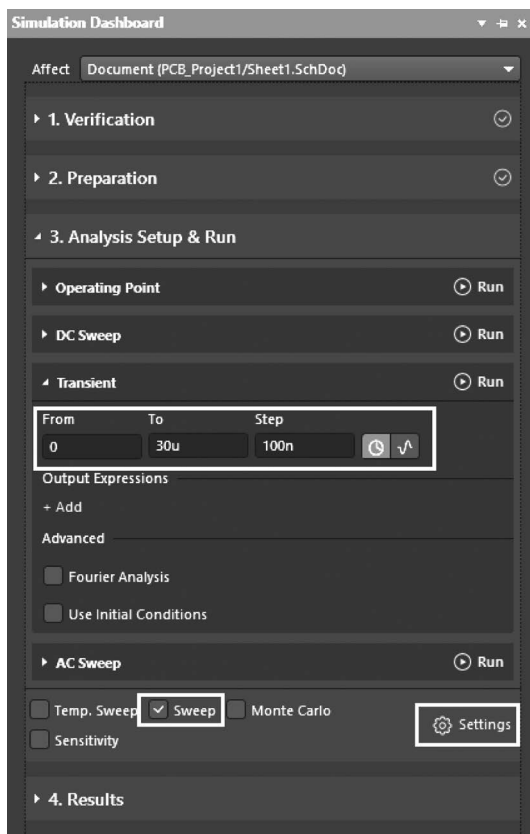
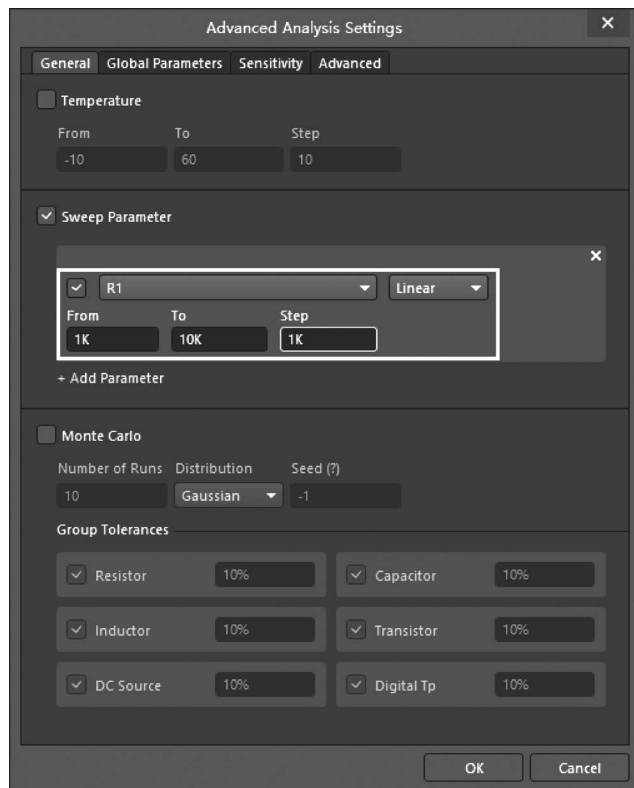

图 3-55 设置瞬态及参数分析参数
图 3-56 设置参数扫描分析参数
- (1) 在 AD 软件主界面菜单下选择 Simulate→Simulation Dashboard 命令。
(2) 打开如图 3-55 所示的 Simulation Dashboard 界面,按下面参数设置:
① 在“1. Verification”中单击 Start Verification 按钮进行电路检查,检查通过后 Electrical Rule Check 和 Simulation Models 标识为绿色对号。
② 在“2. Preparation”中 Probes 界面单击 Add 按钮选择 Voltage,在网络 OUT 处加入 Probes(探针) V_OUT,用于采集对应网络的时域瞬态波形。
③ 在“3. Analysis Setup & Run”中 Transient 选项设置瞬态仿真参数起始时间(From)为 0,停止时间(To)为 30 μ s,步进(Step)为 100ns。
④ 选中 Sweep 选项并单击 Settings 按钮进入 Advanced Analysis Settings 设置窗口,如图 3-56 所示设置扫描参数源为 R1,开始值(From)为 1k Ω ,结束值(To)为 10k Ω ,步进值(Step)为 1k Ω 。